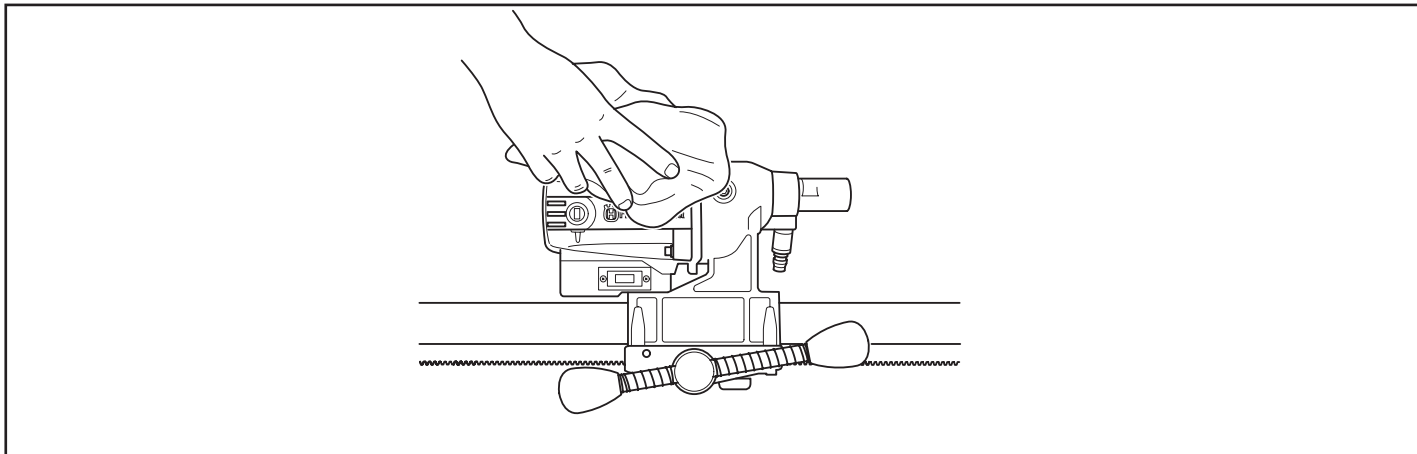

Fig. 13
- Mantenha a máquina e a broca limpas para que a perfuração possa ser executada com segurança (Fig. 13).
- Keep the machine and drill bit clean in order for drilling to be carried out safely (Fig. 13).